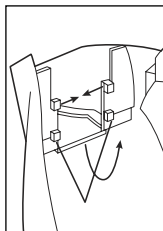

Figure 2
3. Retrait de la chicane (Voir la Figure 2) : Retirez le filtre, faites glisser les pinces du haut de la chicane vers l'intérieur, au-delà du haut des montures; glissez la chicane vers le bas jusqu'à ce que les pinces du bas soient au-delà du bas des montures; déplacez la chicane vers la poignée et sortez-la.